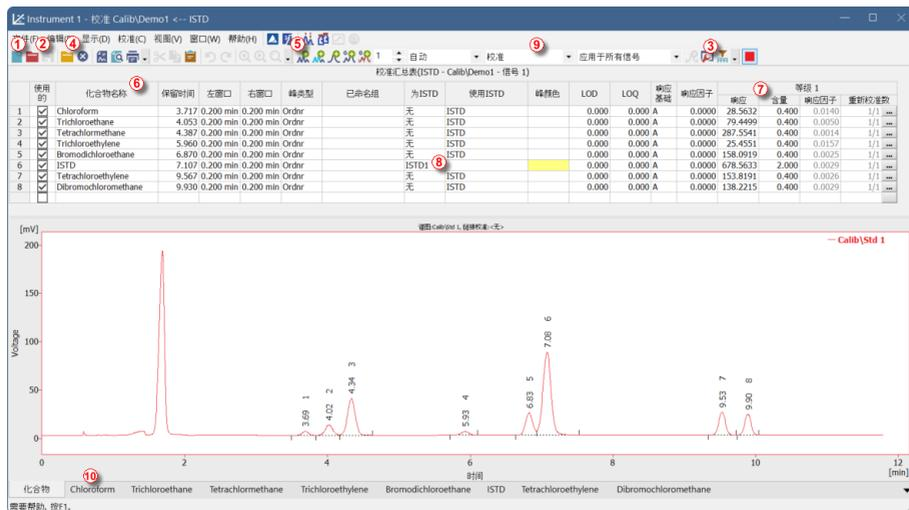

图17: 校准窗口 - 打开标准
- 单击**结果表**①中的一个单元格将为与您刚刚选择的行相对应的峰值(或选择的多个单元格的峰值)上色。
- 一次只能激活一个检测器信号。活动信号可通过三种方式识别：第一种是在**色谱图**②右上角的图例部分，活动信号以**粗体文字**显示；第二种，在**重叠工具栏**③中，它被标记为一个凹陷的图标；第三种，可以通过**色谱图**轮廓和表头的颜色来识别哪个是活动信号。通过在图例部分双击活动信号的名称来更改活动信号。你会发现**结果表**发生了变化。
- 可以使用**色谱窗口**④左侧工具栏对应的图标或者直接点击下部的**积分**标签⑤来修改当前活动的色谱峰的积分。使用任何方式对积分进行修改都将反应在**积分表**中，并且将会保存至示例的方法下。
- 要永久地为色谱峰添加颜色，请单击**结果**标签右侧的**视图按钮**⑥。这个操作将会链接进校准文件。在**校准汇总表**，找到**峰颜色列**(查看第27页第**图17**)。如果需要对色谱峰修改颜色，可以点击该区域并选择图标选择色谱峰希望显示的颜色。选择需要的颜色并点击**确定**。关闭**校准**窗口时，系统将要求您保存更改。通过菜单栏的图标返回**色谱图**窗口。现在在**校准**窗口设置的色谱峰颜色会显示在当前色谱图上。
- 使用 **打开标准**  图标 (黄色) ④ 打开 **STD1.PRM** 数据文件。现在在校准窗口的下方会显示标准品的色谱图。
- 点击 **增加所有**  图标 (蓝色) ⑤ 将所有已定义的色谱峰添加至校准表。校准窗口中显示的表格将如第27页第图17.所示准备完成。
- 如校准汇总表和色谱图所示, 每个峰都是用它们的保留时间来识别的。要标记峰, 请单击 **化合物名称列** ⑥ 中的区域并将其编辑为第27页第图17.上所示的名称。您还可以在 **峰颜色列** 中设置特定峰的颜色, 例如, 将 **ISTD** 峰的颜色设置为黄色。请注意, 所做的更改不会立即影响当前色谱图。
- 根据对应的化合物浓度填写 **含量列** ⑦ 的数值。在本混合标准品中, 除了第6个色谱峰 (**ISTD**) 外, 其余化合物的含量都是 **0.4**。
- 第6个峰被标记为 **ISTD** 峰。在为 **ISTD** 列更改该化合物的类型为 **ISTD1** ⑧, 并在 **含量列** 将数值修改为 **2**。